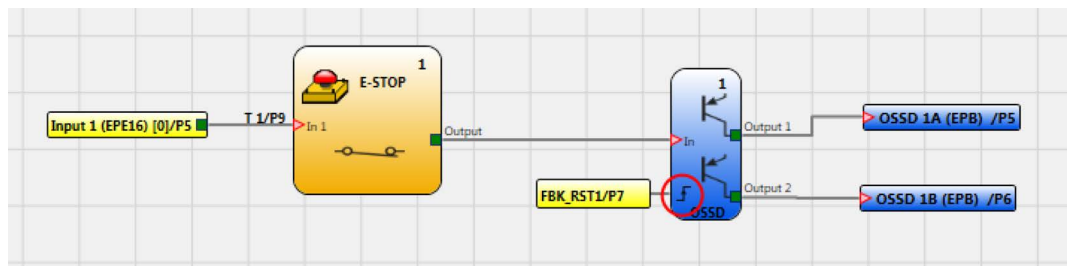

Abbildung 6
Beim OSSD 1 in Abbildung 6 ist der manuelle Start (Reset) aktiviert (roter Kreis).
- die Diagnostik auf dem OSSD 1A/1B anzugeben (Abbildung 6: 192 = erster Ausgang).